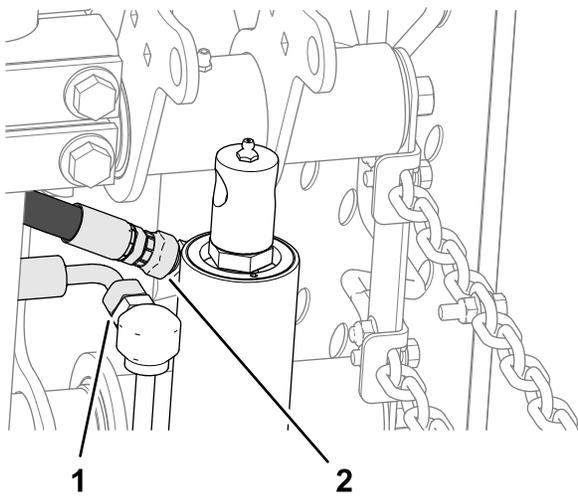

Figura 14
- En el cilindro de elevación, afloje el acoplamiento giratorio recto de la manguera de retorno y el acoplamiento giratorio de 90° de la manguera de elevación (Figura 14).